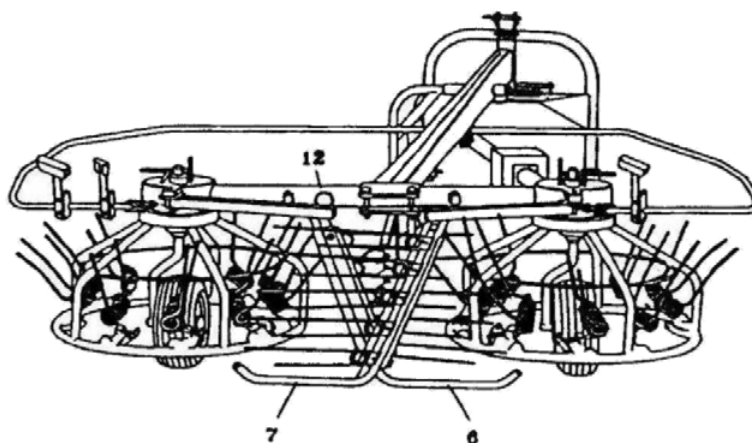

Fig. 4 - Combihark met voor transport vastgezette schermen
1. Vouw de schermen (6) en (7) naar binnen en zet ze vast met de begrenzers (12) (Fig. 4).